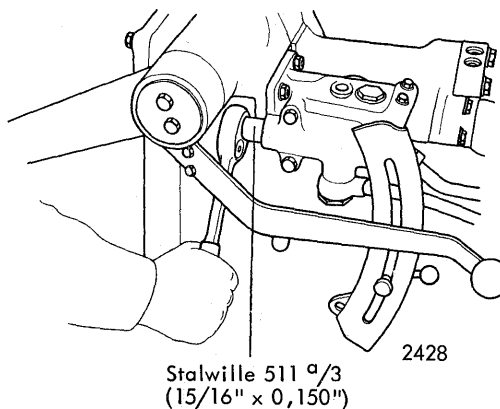

Fig. 42.
3. Løsn ventilens fjederholder ved hjælp af en skraldenøgle med skruetrækkerindsats - se fig. 42.